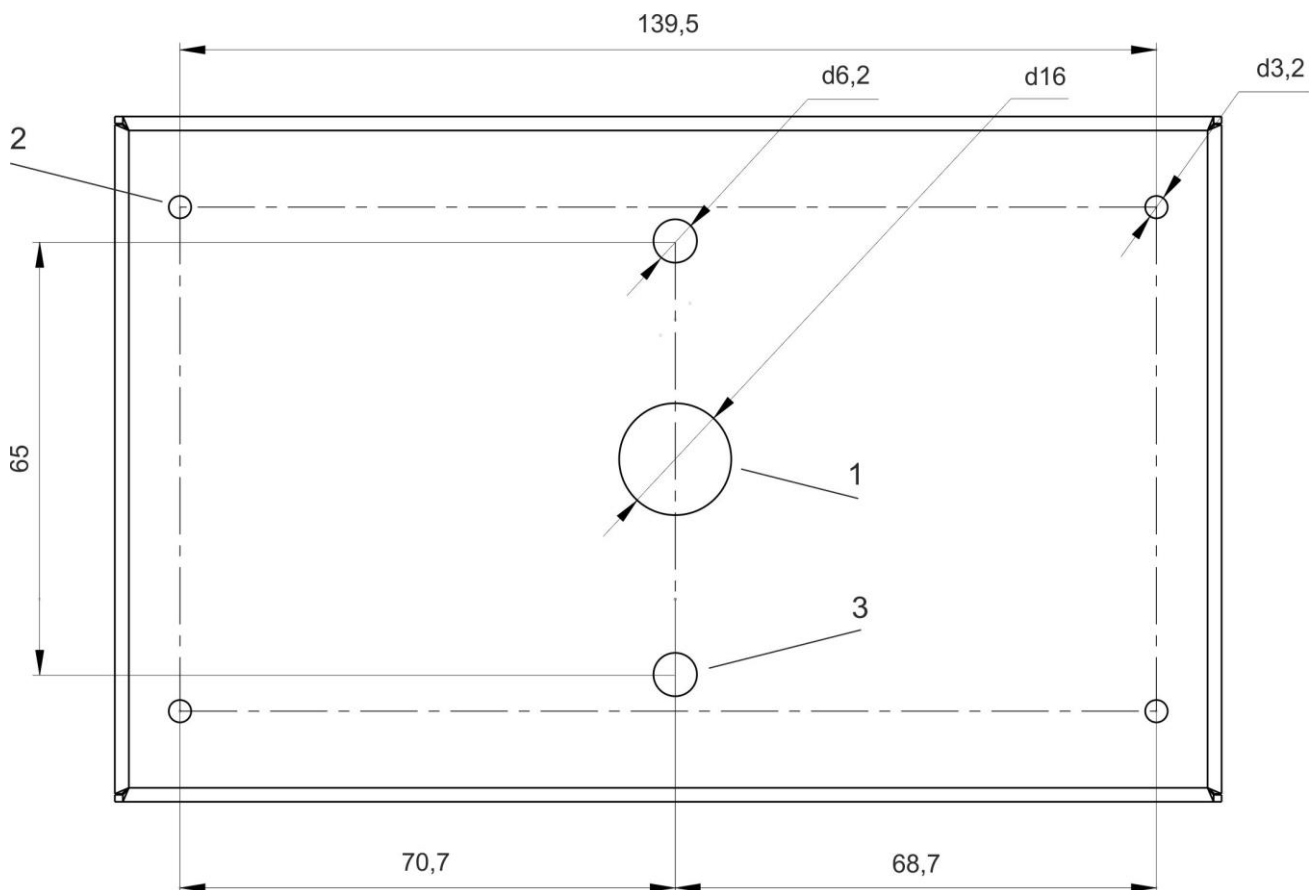

Рисунок 4. Монтажная схема крепления
2. Закрепить основание на стене или пластине стойки с помощью саморезов (или винтов) (см. рис.4).